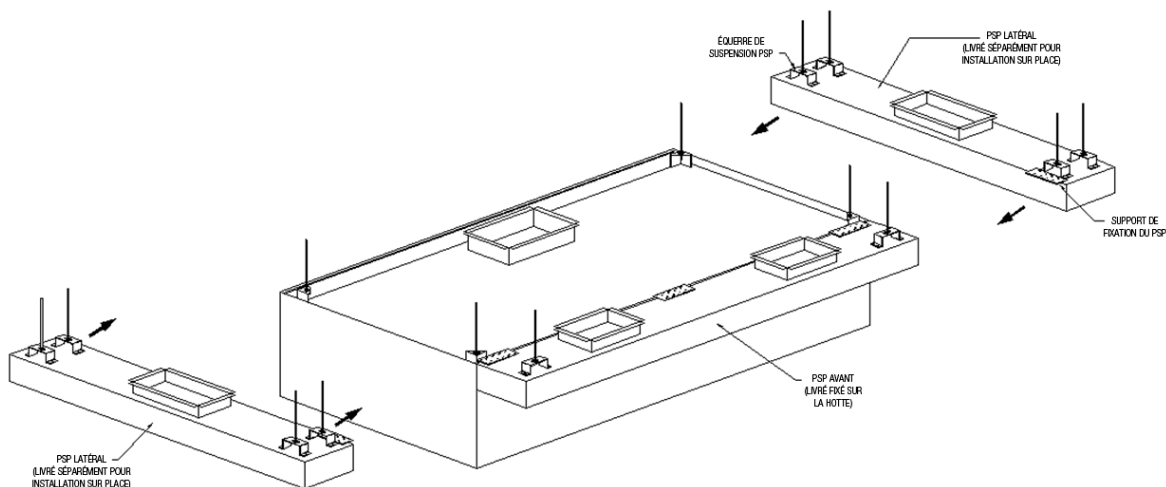

Figure 10
7. Placez le PSP en position comme indiqué sur les plans de soumission du projet ; en alignant le bord supérieur du PSP et le bord supérieur de la hotte. Retirez le revêtement protecteur de l'arrière du PSP. **Voir la figure 10.**